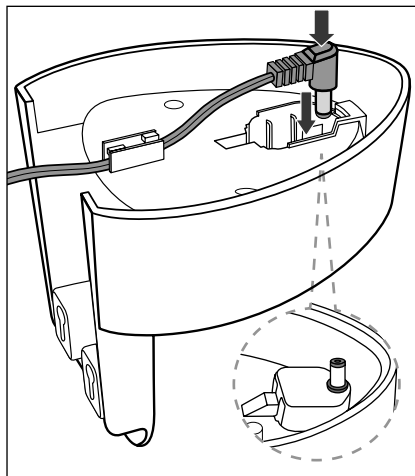

Fig. 2
- Inserire prima il cavo attraverso l'apposita canalina e infilare poi lo spinotto cavo **5** nel foro presente sul supporto a parete **3** in modo tale che quest'ultimo sia ben saldo (fig. 2).